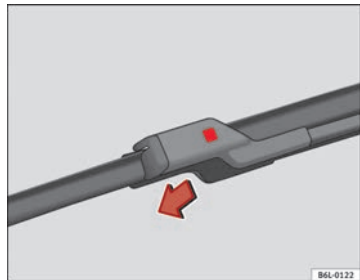

Fig. 141 Cambio spazzola tergicristalli
- Premere il pulsante di sicurezza ⇒ fig. 141.